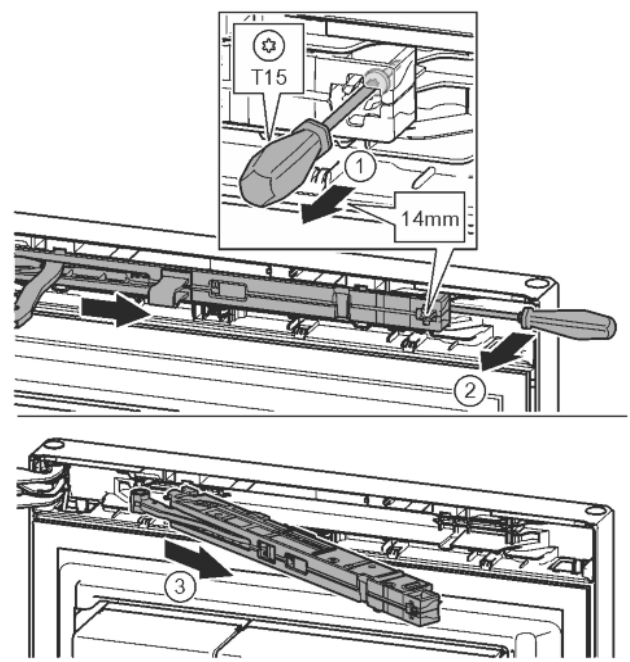

Fig. 11
- ▶ Schroef op de sluitdemperenheid met schroevendraaier T15 ca. 14 mm losdraaien. Fig. 11 (1)
- ▶ Een schroevendraaier aan de kant van de handgreep achter de sluitdemperenheid plaatsen en naar voren draaien. Fig. 11 (2)
- ▶ Sluitdemperenheid eruit trekken. Fig. 11 (3)